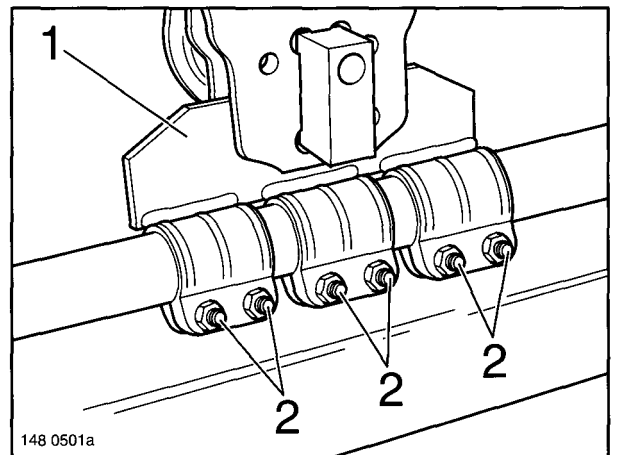
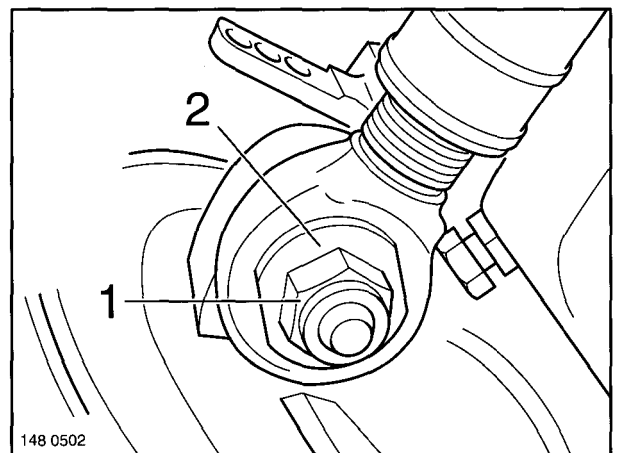
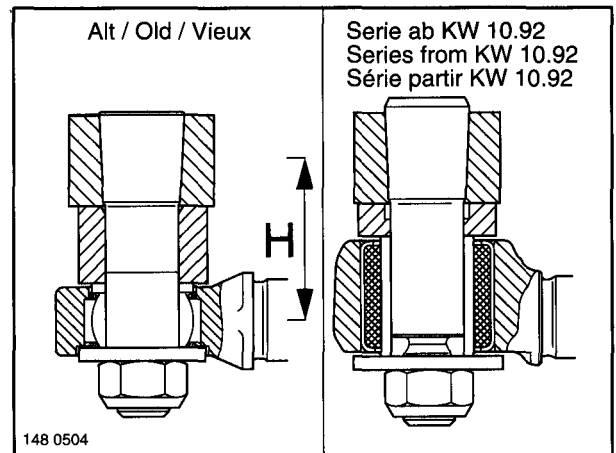

Fig. 1
Fig. 2
Fig. 3
- (1) If fitted, remove the steering damper, see chapter 7.
- (2) In the case of suspended brake cylinders, remove the base plates, see section 4.5.
- (3) Undo the clamping screws (Fig. 1/2) on the locking plate (Fig. 1/1) of the steering lock.
- (4) Move the diaphragm cylinder of the steering lock with compressed air and slide the locking plate sideways out of the bracket.
- (5) Unscrew the lock nuts (Fig. 2/1). Take off the washers (Fig. 2/2).
- (6) Pull or press off the track rod.
- (7) If fitted, take the spacers off the threaded pins.
- (8) Check the steel self aligning bearings (up to 1991) or steel-rubber-steel bushes in the track rod heads and the threaded pins in the steering levers for wear and exchange them, if necessary (see conversion instructions, Fig. 3).
- (1) S'il existe, démonter l'amortisseur de direction, voir chapitre 7.
- (2) Pour cylindres de frein suspendus, démonter les supports de cylindre, voir le point 4.5.
- (3) Desserrer les vis de serrage (figure 1/2) sur la tôle (figure 1/1) du blocage de direction.
- (4) Mettre le vase à diaphragme du blocage de direction sous pression (air comprimé) et extraire latéralement la tôle de blocage.
- (5) Dévisser les écrous de sûreté (figure 2/1). Enlever les rondelles (figure 2/2).
- (6) Retirer la barre d'accouplement.
- (7) Enlever (le cas échéant) les anneaux d'écartement des boulons filetés.
- (8) Contrôler l'absence d'usure des articulations oscillantes en acier (jusqu'à 1991) ou douilles acier-caoutchouc-acier des têtes de barre d'accouplement et des boulons des leviers de direction. Remplacer les pièces si nécessaire (voir indications de transformation, figure 3).
- (1) Lenkungsdämpfer, falls vorhanden, abbauen, siehe Kapitel 7.
- (2) Bei hängenden Bremszylindern Grundplatten abbauen, siehe Abschnitt 4.5.
- (3) Klemmschrauben (Fig. 1/2) am Sperrblech (Fig. 1/1) der Lenksperre lösen.
- (4) Membranzylinder der Lenksperre mit Druckluft beaufschlagen und Sperrblech seitlich aus der Konsole herauschieben.
- (5) Sicherungsmuttern (Fig. 2/1) abschrauben. Scheiben (Fig. 2/2) abnehmen.
- (6) Spurstange abziehen, bzw. abdrücken.
- (7) Distanzringe (falls vorhanden) von den Gewindebolzen abnehmen.
- (8) Stahlgelenklager (bis 1991) bzw. Stahl-Gummi-Stahlbuchsen in den Spurstangenköpfen und Gewindebolzen an den Lenkhebeln auf Verschleiß prüfen, ggf. austauschen (siehe Umbauhinweis, Fig. 3).